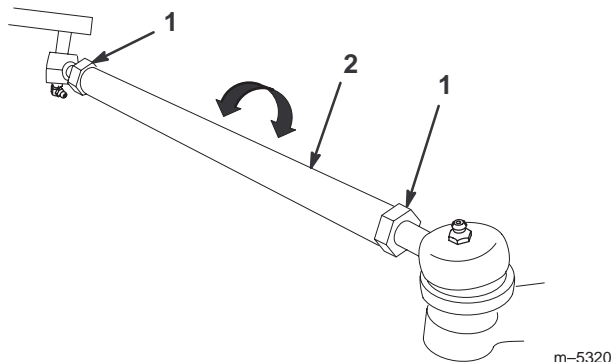

Figure 36
3. Si la valeur obtenue n'est pas comprise dans la plage spécifiée (reportez-vous aux dimensions et aux paramètres mentionnés au début de cette procédure), desserrez les contre-écrous à chaque extrémité des biellettes (Fig. 36).